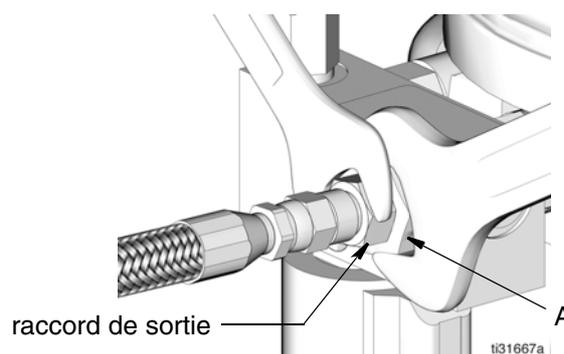

FIG. 24
1. Desserrer le raccord de sortie de pompe (FIG. 24).